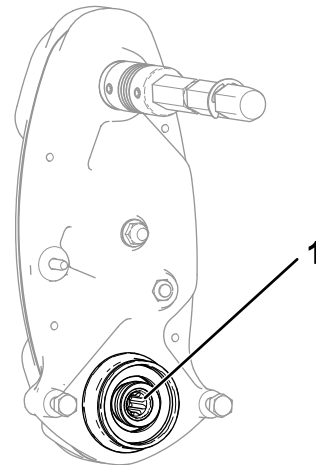

Bild 14
3. Überprüfen Sie die Innenseite der Spindel-Antriebswelle für überschüssiges Fett (**Bild 14**).